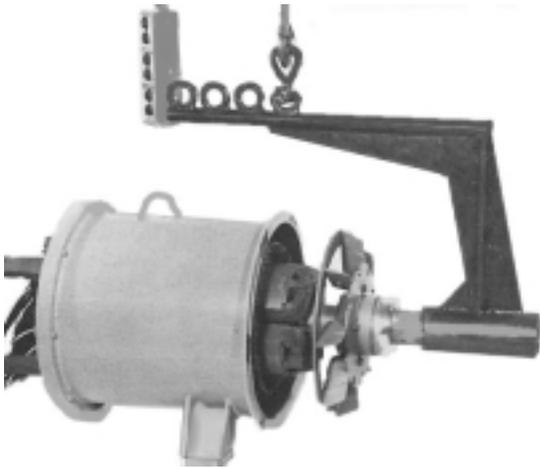

Figure 6-29
6. En utilisant un outil special pour lever le rotor et un appareil de levage adapté, avec precautions sortir du stator principal et de la carcasse le rotor complet. (Figure 6-29)